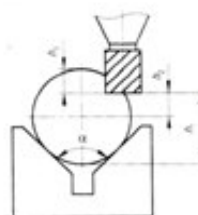

Рисунок 1
2. Определите, насколько отличаются погрешности базирования для размеров  $h_1$ ,  $h_2$  и  $h_3$  (рис. 1) при применении призм с углами  $\alpha_1 = 90^\circ$  и  $\alpha_2 = 120^\circ$ .